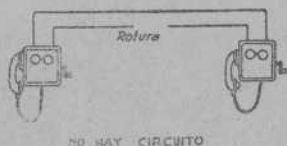

FIG. 83
**FALTA DE CIRCUITO O ROTURA DE LÍNEA.** — Entonces ya sabemos que no puede haber conversación, porque la corriente no circula. Se conoce esta avería porque, al soplar en el micrófono, no se oye ningún zumbido en el auricular, y también dando vueltas a la magneto, pues entonces notaremos que está floja, pues casi no cuesta trabajo darle vueltas. La reparación consiste, como es natural, en reconocer la línea y ampalmarla donde esté rota (fig. 83).